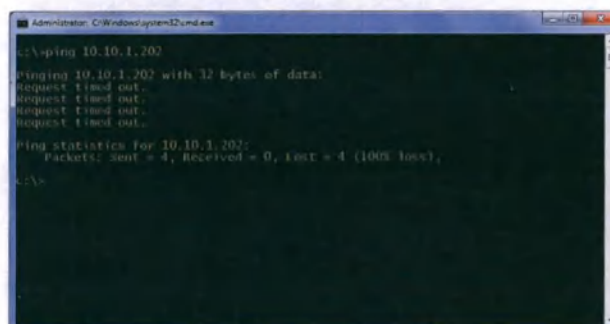

Рис. 81: Аппарат недоступен. Возникла проблема.
6. Если аппарат недоступен, результат будет как на Рис. 81. Это нежелательное состояние. Самые распространенные причины этого состояния: